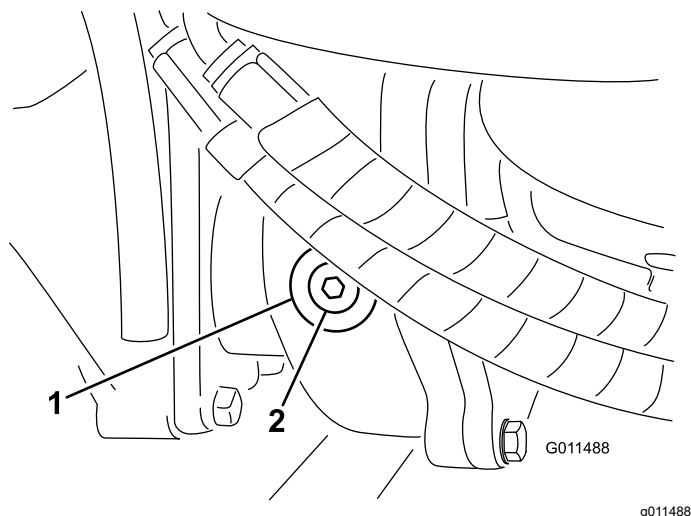

図 82
2. ギアボックスの左側から点検・補給用プラグを抜き、穴の高さまで潤滑油があることを確認する 図 82。